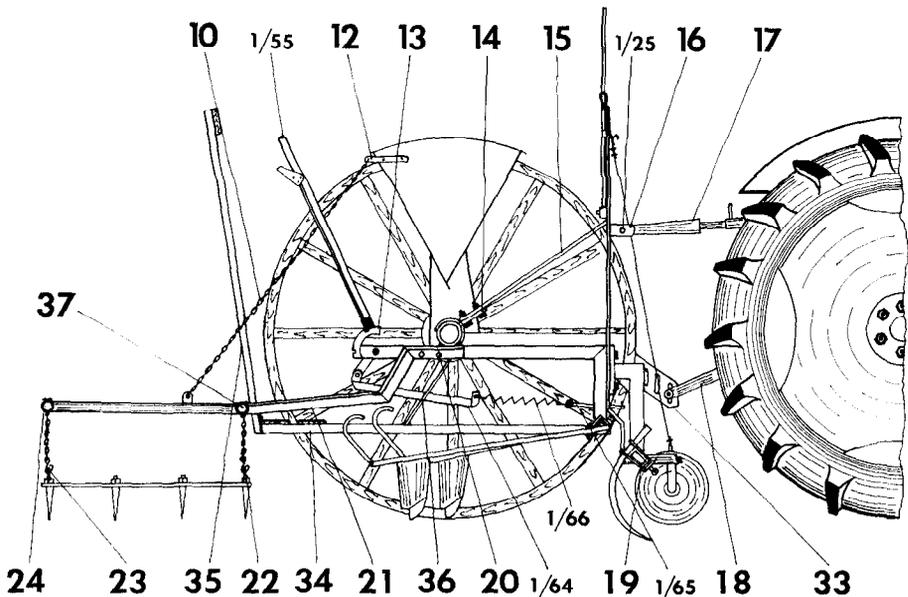

Abb. 24
Die Spurlockererzinken (26) können dann durch Lösen der Klemmschrauben (Abb. 24 Nr. 19) seitlich und in der Höhe verstellt werden.